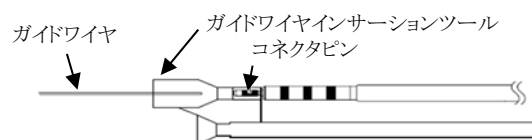

図 1
- (1) ガイドワイヤのリードへの挿入
- a. スタイレットを抜き、ガイドワイヤインサクションツールを用いて、ガイドワイヤをリードに挿入する(図 1)。